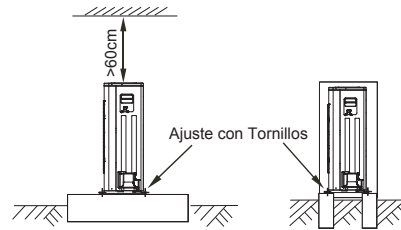

Fig.6-15
- Haga una base de concreto con las especificaciones de la unidad exterior (Consultar Fig. 6-15).
- Fije los pies de esta unidad con los tornillos con firmeza para evitar que se derrumbe en caso de terremoto o fuerte viento. (Refiérase a la Fig. 6-15)